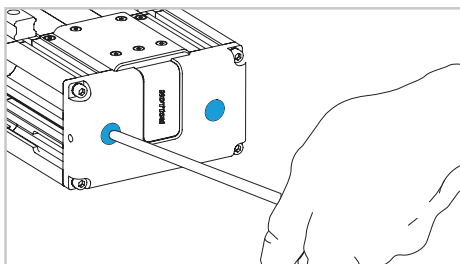

Fig. 10
- 11) Retirer les vis du tendeur de la courroie (Fig. 10).